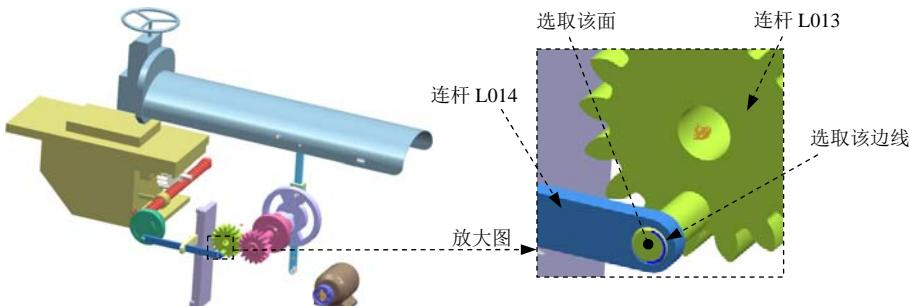

图 10.9.20 定义共线连接 (三)
(1) 定义运动副类型。在“运动副”对话框 **定义** 选项卡的 **类型** 下拉列表中选择 **共线** 选项。
(2) 选择连杆。选取图 10.9.20 所示的连杆 L014。
(3) 定义原点及矢量。在“运动副”对话框的 **指定原点** 下拉列表中选取“圆弧中心” 选项, 在模型中选取图 10.9.20 所示的圆弧为定位原点参照; 选取图 10.9.20 所示的面作为矢量参考面。
(4) 添加啮合连杆。在“运动副”对话框的 **基本** 区域中选中  **啮合连杆** 复选框, 单击 **选择连杆 (0)**, 选取图 10.9.20 所示的连杆 L013。
(5) 定义啮合连杆原点及矢量。在“运动副”对话框 **基本** 区域的 **指定原点** 下拉列表中选取“圆弧中心” 选项, 在模型中选取图 10.9.20 所示的圆弧为定位原点参照; 选取图 10.9.20 所示的面作为矢量参考面。
(6) 单击 **应用** 按钮, 完成第十二个运动副的添加。